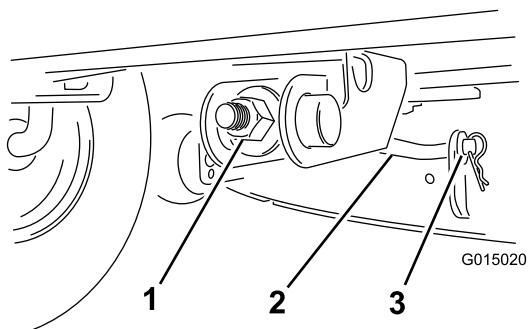

Figura 33
6. Rimuovete la coppiglia e la rondella dall'asta di supporto frontale (Figura 33), quindi abbassate con cautela il piatto di taglio al suolo.
8. Montate l'asta di sostegno anteriore sul piatto di taglio con la rondella e la coppiglia (Figura 33).